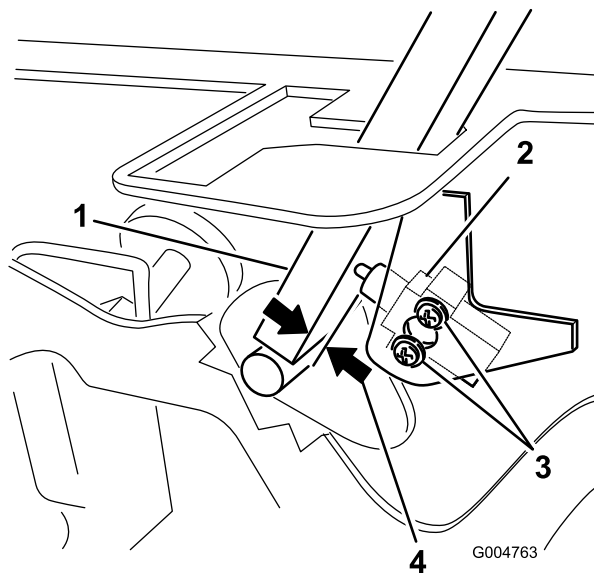

Bild 57
3. Lösen Sie die zwei Schrauben, mit denen der Sicherheitsschalter befestigt ist (Bild 57).
4. Halten Sie den Fahrtriebshebel gegen den Rahmen und schieben Sie den Schalter zum Hebel, bis der Abstand zwischen dem Hebel und dem Schalergehäuse 0,4 bis 1 mm beträgt (Bild 57).